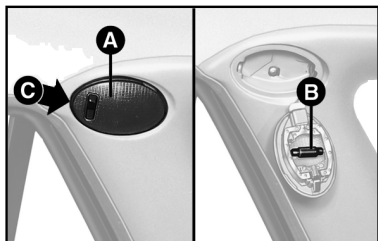

fig. 47
1) Remover o grupo porta-lâmpadas e tampa transparente **A-fig. 47**, usando uma chave de parafusos, pressionar **C**.